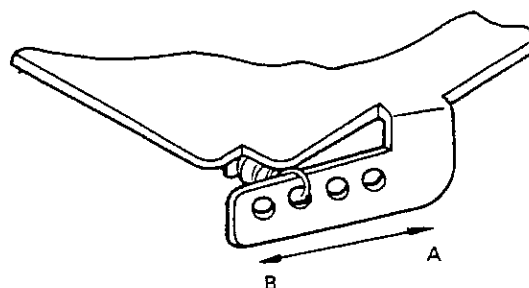

Abbildung 16.
1. Wenn der Bandzug unter 50 bis 57 g.cm beträgt, korrigiert man die Aufhängung der Feder in Pfeilrichtung A. Abb. 16 und überprüft nochmals.
2. Wenn der Bandzug größer als 50 bis 57 g.cm ist, korrigiert man die Aufhängung der Feder in Pfeilrichtung B, Abb. 16 und überprüft nochmals.